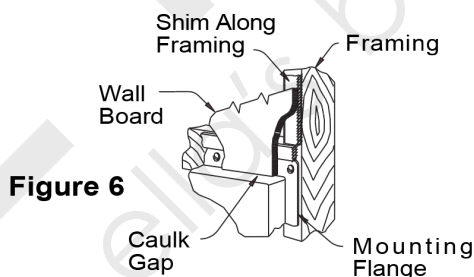

Figure 6
8. Finissez le panneau mural comme indiqué à la Figure 6.